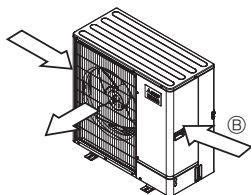

Fig. 2-4
- ③ Posisjoner enheten slik at luftslippet kan blåse i rett vinkel for sesongvindretningen, hvis mulig. (Fig. 2-4)